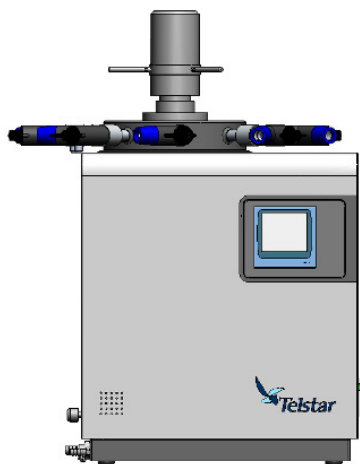

Fig. 5
- **En el interior del condensador** (ver fig. 5): Se recomienda cargar con producto sólo la placa inferior y la intermedia. La placa superior, no recibe frío de igual manera que las otras dos placas puesto que la toma de vacío está situada en la parte superior del condensador. El equipo permite programar recetas (ver apartado 10) de manera que se puede realizar un ciclo completo de liofilización sin tener que realizar ninguna acción manual.